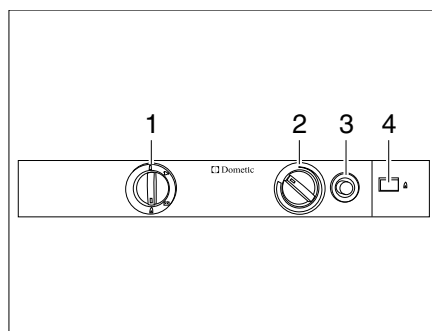

Fig. 338 Boutons de commande pour le réfrigérateur (Dometic Série 8)
- Placer le sélecteur de source d'énergie (Fig. 338,1) sur "🔥".
- Enfoncer le bouton tournant (Fig. 338,2) sur le niveau le plus élevé et le maintenir enfoncé. Attendre jusqu'à ce que le gaz s'écoule vers le brûleur.
- Enfoncer le bouton d'allumage du gaz (Fig. 338,3) et le maintenir enfoncé. L'allumage s'effectue de manière automatique.
- Maintenir le bouton d'allumage du gaz (Fig. 338,3) enfoncé jusqu'à ce que l'indicateur de la flamme (Fig. 338,4) passe au vert, puis le relâcher.
- Maintenir le bouton tournant (Fig. 338,2) encore enfoncé pendant 10 à 15 secondes, puis le relâcher.
- Placer le sélecteur de source d'énergie (Fig. 338,1) sur "⏏".
- Régler la température de réfrigération avec le bouton tournant (Fig. 338,2).